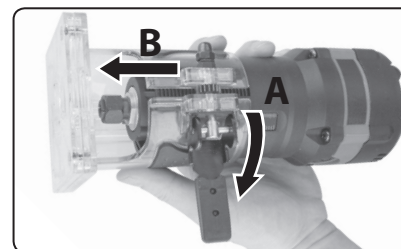

Abb. 8
1. Entfernen Sie die verschiebbare Frähülse, Schritte A und B, Abb. 8.
3. Schieben Sie die verschiebbare Hülse wieder auf die Fräsmaschine, so dass sich das gezahnte Führungsrad der Hülse in der geschlitzten Nut befindet, wie in Abbildung 8 dargestellt. Befestigen Sie dann die Hülse mit dem Hebel auf dem Fräskörper.